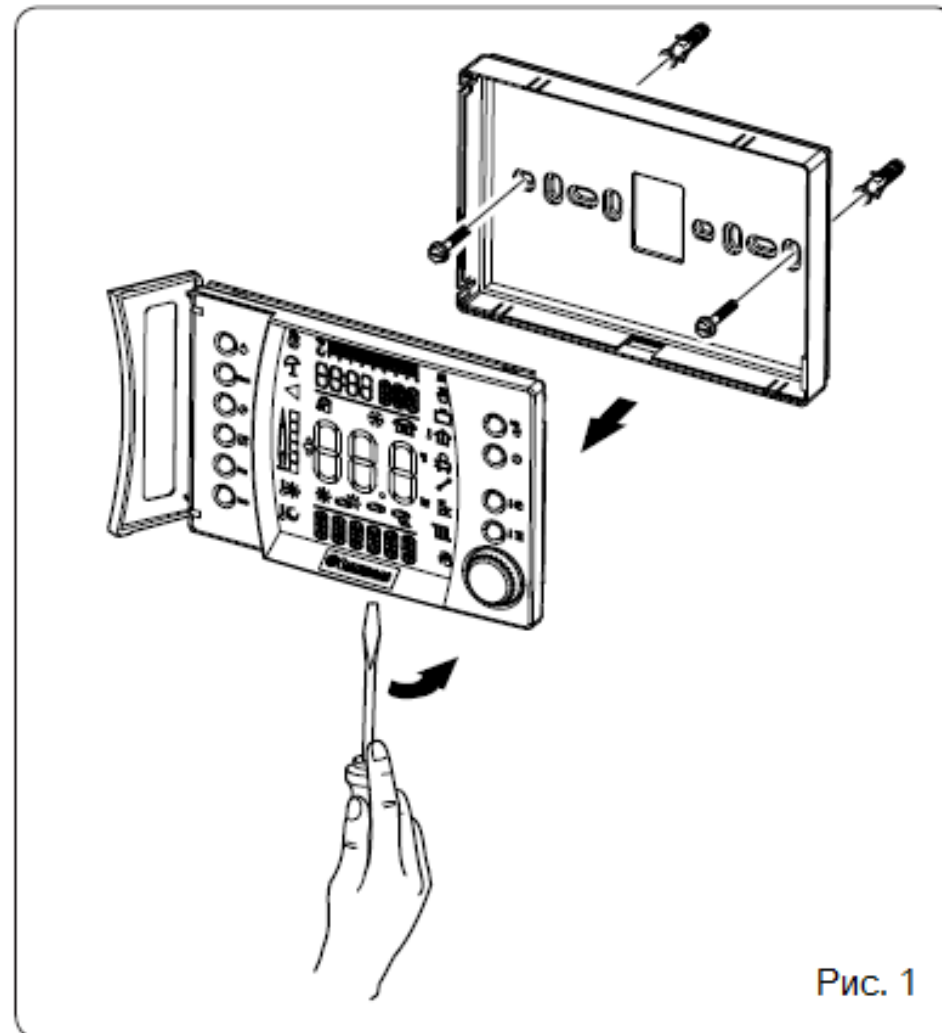

Рис. 1
1. Отделите крепежную панель от корпуса цифрового пульта ДУ, используя в качестве рычага отвертку, вставляя ее в специальное углубление (Рис. 1). Устанавливайте Super CAR вдали от источников тепла и в таком положении, чтобы он достоверно показывал температуру в контролируемом помещении (Рис. 2 и 3).
- Используя специальные отверстия в задней стенке корпуса пульта, закрепите Super CAR непосредственно на стене (Рис. 1) или на заглубленном посадочном месте. Используйте специальные винты, поставляемые в принадлежностях.
- Защелкните корпус Super CAR на крепежной панели (Рис. 1).